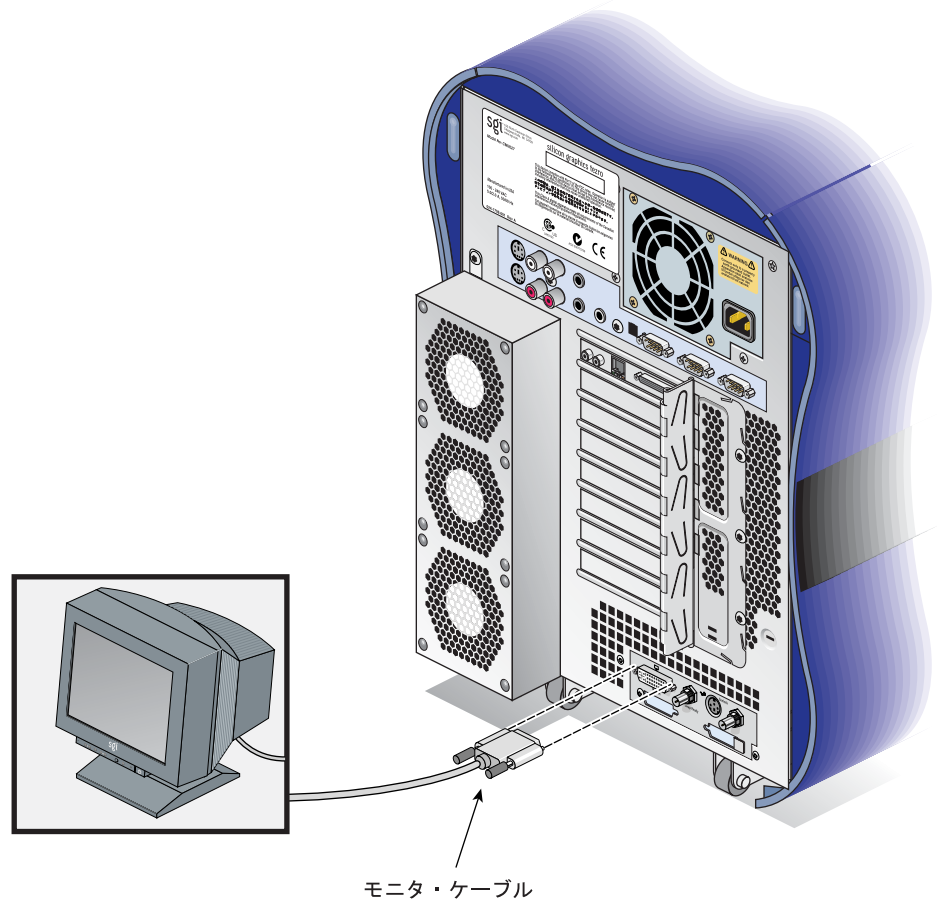

図 1-7 モニタ・ケーブルの接続
3. 以下のとおりにモニタ・ケーブルを接続します (図 1-7 を参照)。